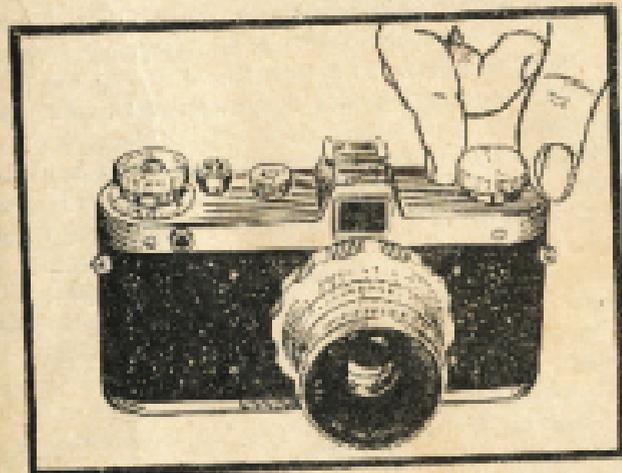

Рис. 16.
Головку для перемотки пленки (13) вращайте по направлению стрелки, нанесенной на ее торце (рис. 16).